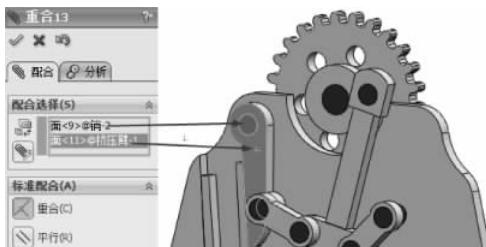

图 3-164 重合配合
(27) 继续进行配合约束,选择【标准配合】选项组下的【重合】配合类型  ,在【要配合的实体】选择框 中选择如图 3-164 所示的面,其他保持默认,单击【确定】按钮 ,完成重合配合。